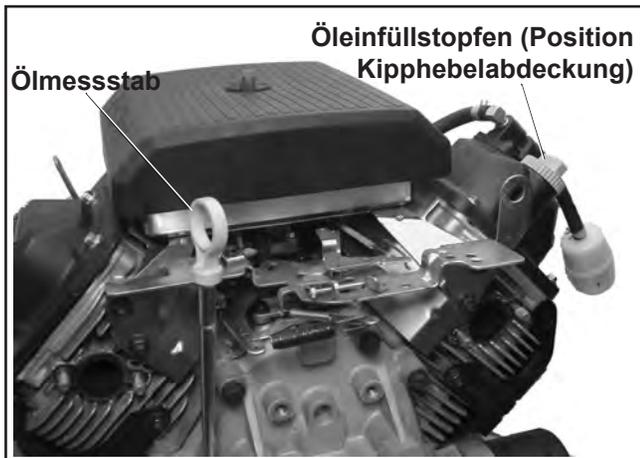

Abbildung 6-2. Position des Ölmesstabs und des Öleinfüllstopfens.
3. Den Ölmesstab herausnehmen und sorgfältig das Öl abwischen. Den Messstab wieder in das Rohr einstecken, bis er sich in der Ausgangsposition befindet. Siehe Abbildung 6-2.